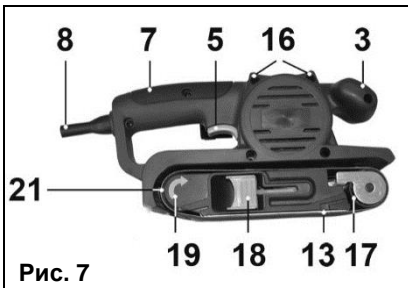

Рис. 7
7.1 Установка шлифовальной ленты на машины моделей ЛМЭ-720/457, ЛМЭ-750/457, ЛМЭ-810/533 (Рис.7).